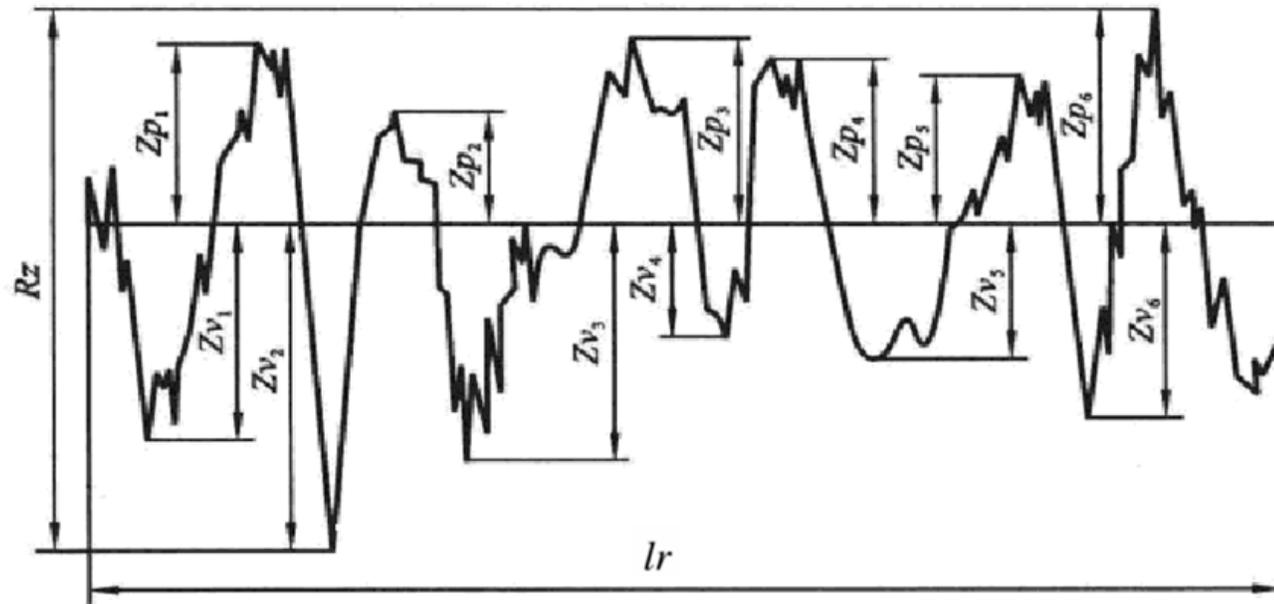

图3-4 轮廓的最大高度
②轮廓的最大高度 $R_z$ :在一个取样长度内,最大轮廓峰高 $Z_p$ 和最大轮廓谷深 $Z_v$ 之和,如图3-4所示。其表达式为  $R_z=Z_p+Z_v$